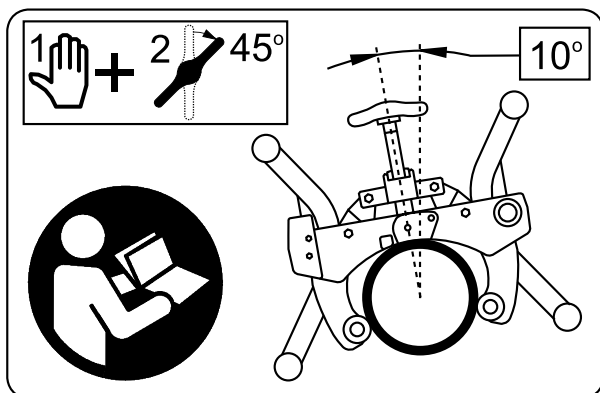

Figure 9 – Positionnement de la bride
3. Engagez la bride sur le tuyau avec sa vis d'avancement à 10° de la verticale (Figure 9). Ne pas positionner la vis d'avancement à midi ou plus car cela risque de permettre à la scie de tourner autour du tuyau sous son propre poids.
6. Serrez la poignée de la vis de la bride à toucher plus un huitième de tour (45°) pour serrer le tuyau entre les galets de la bride (Figure 9). Assurez-vous que la bride est alors bien immobilisée contre le tuyau.